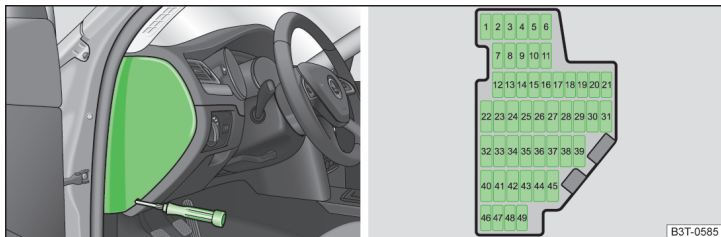

Abb. 199 Abdeckung des Sicherungskastens in der Schalttafel / Sicherungen
- Die Abdeckung abnehmen » Abb. 199.